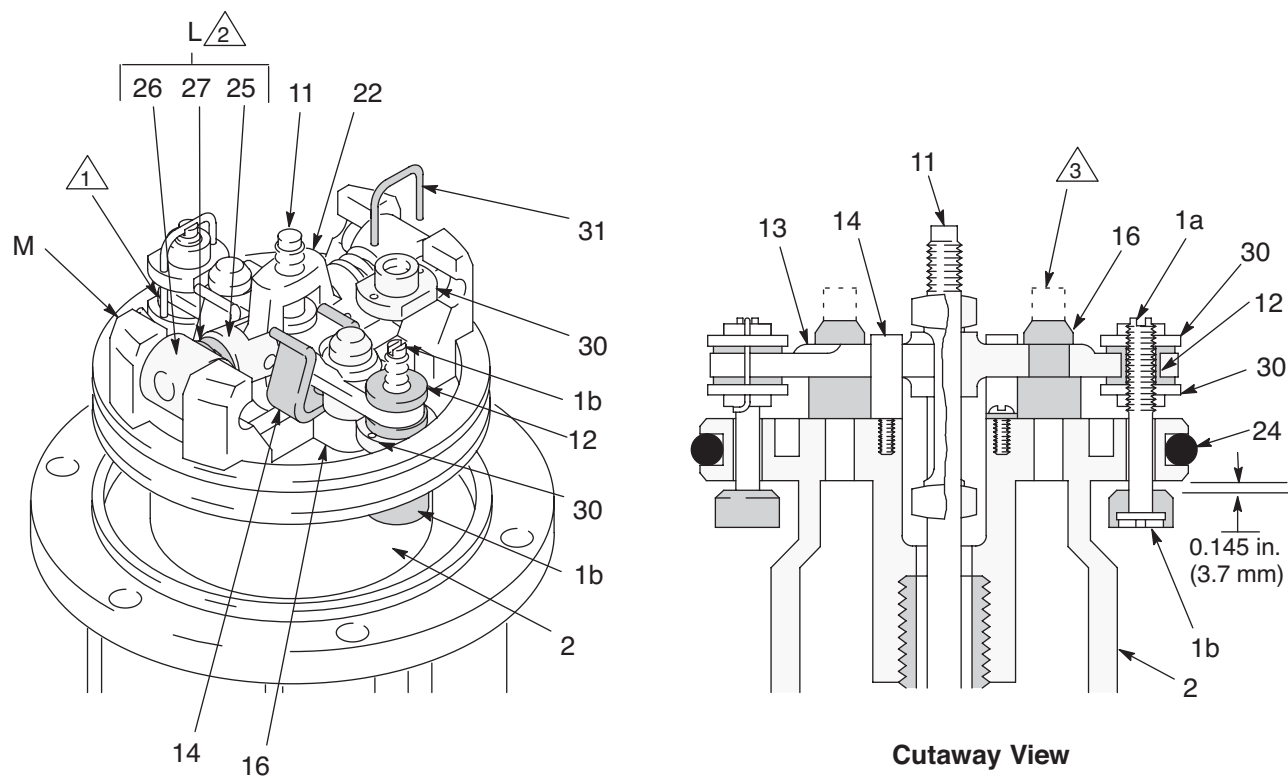

FIG. 5
9. Установите блокировочный шток в скобу (22) с помощью отвертки и опустите коленно-рычажные механизмы. Снимите стопорные проволоочки (31) с регулировочных гаек (30) перепускных клапанов. Открутите верхние гайки. Выкрутите стержни (1a) из прокладочных колец (12) и нижних гаек. Снимите со стержней тарелки (1b) клапанов и крепко сожмите их, чтобы проверить, нет ли в них трещин. (Fig. 5)
10. Сожмите рычаги коленно-рычажных механизмов (26) плоскогубцами. Сожмите пружины (27), покачайте коленно-рычажные механизмы (L) по направлению вверх и в сторону от выступов (M) на поршне и снимите детали. Убедитесь в том, что исполнительный механизм (13) клапана опирается на пружинные зажимы (14) и вместе с тем без труда входит в них. (Fig. 5)
11. Снимите скобу блокировочного штока (22), исполнительный механизм (13) и блокировочный шток (11). Проверьте, нет ли трещин в тарелках (16) выпускного клапана.
6. Вставьте тарелки (16) выпускного клапана в исполнительный механизм (13) клапана и обрежьте верхние части тарелок по пунктирной линии, обозначенной на FIG. 5.
7. Установите на место прокладочные кольца (12) перепускного клапана и соберите клапанный механизм. Перед установкой стопорных проволочек (31) на регулировочные гайки (30) отрегулируйте перепускной клапан с помощью специального калибра (номер по каталогу 171818) так, чтобы обеспечить зазор в 0,145" (3,7мм) между тарелками (1b) и седлом открытого клапана. Переведите коленно-рычажные механизмы (25) в верхнее положение. (FIG. 5)
8. Соберите пневмодвигатель и соедините его с поршневым насосом. Закрепите удлинительную трубку (64) на основании (5) с усилием 45—55 футофунтов (61—75 Н•м). Перед установкой пластины пневмодвигателя следует плотно затянуть щелевую герметизирующую гайку (38); не допускайте перетяжки гайки.